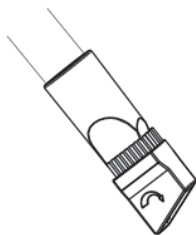

Fig. 8 – Bocal para cantos sem a escova
- O bocal para cantos pode ser utilizado sem a escova, conforme a Fig. 8.